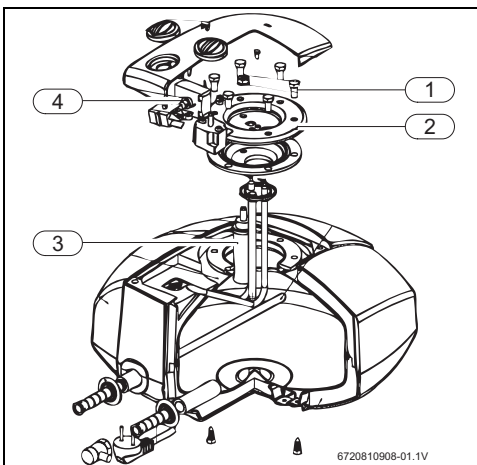

Рис. 14 Доступ во внутреннее пространство и обозначение деталей
- ▶ Отверните крепёжные винты фланца (→ рис. 14, [1]).
- ▶ Снимите фланец (→ рис. 14, [2]).
- ▶ Проверьте магниевый анод (→ рис. 14, [3]). Магнийевый анод подлежит замене не реже 1 раза в год.
- ▶ Полностью нажмите кнопку разблокировки (→ рис. 14, [4]).